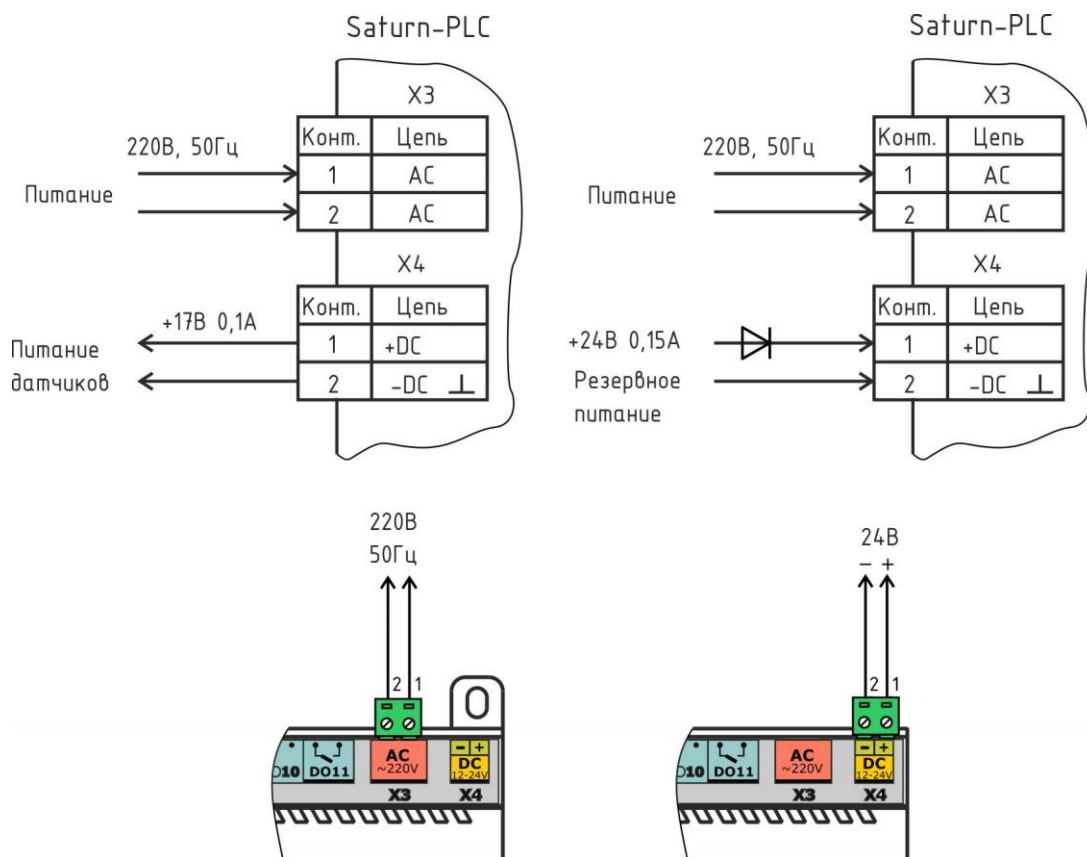

Рисунок 10 – Подключение электропитания
24. Контроллер может быть запитан как от сети 220 В 50 Гц, так и от источника постоянного напряжения +(12 – 24) В. В случае электропитания от сети 220 В разъем X4 можно использовать как выход постоянного нестабилизированного напряжения +17В при токе до 50 мА для питания датчиков давления. Подключить кабель питания 220 В, 50 Гц к разъему X3 (рисунок 10). Рекомендуемый тип провода ПуГВ сечением 0,5 мм².